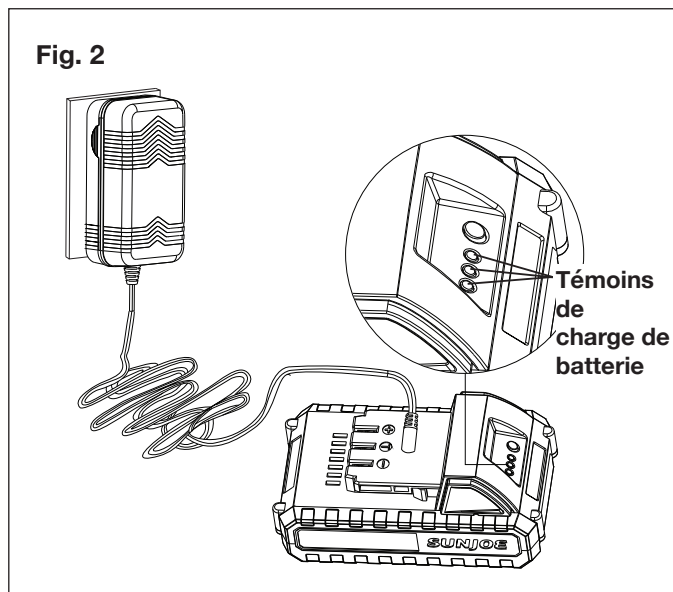

Fig. 2
2. Vérifiez que la tension de secteur est la même que celle marquée sur la plaque signalétique du chargeur de batterie. Branchez ensuite l'adaptateur de chargeur dans une prise de secteur appropriée. Pour commencer à charger, branchez la fiche du chargeur dans la prise de charge de la batterie (Fig. 2).